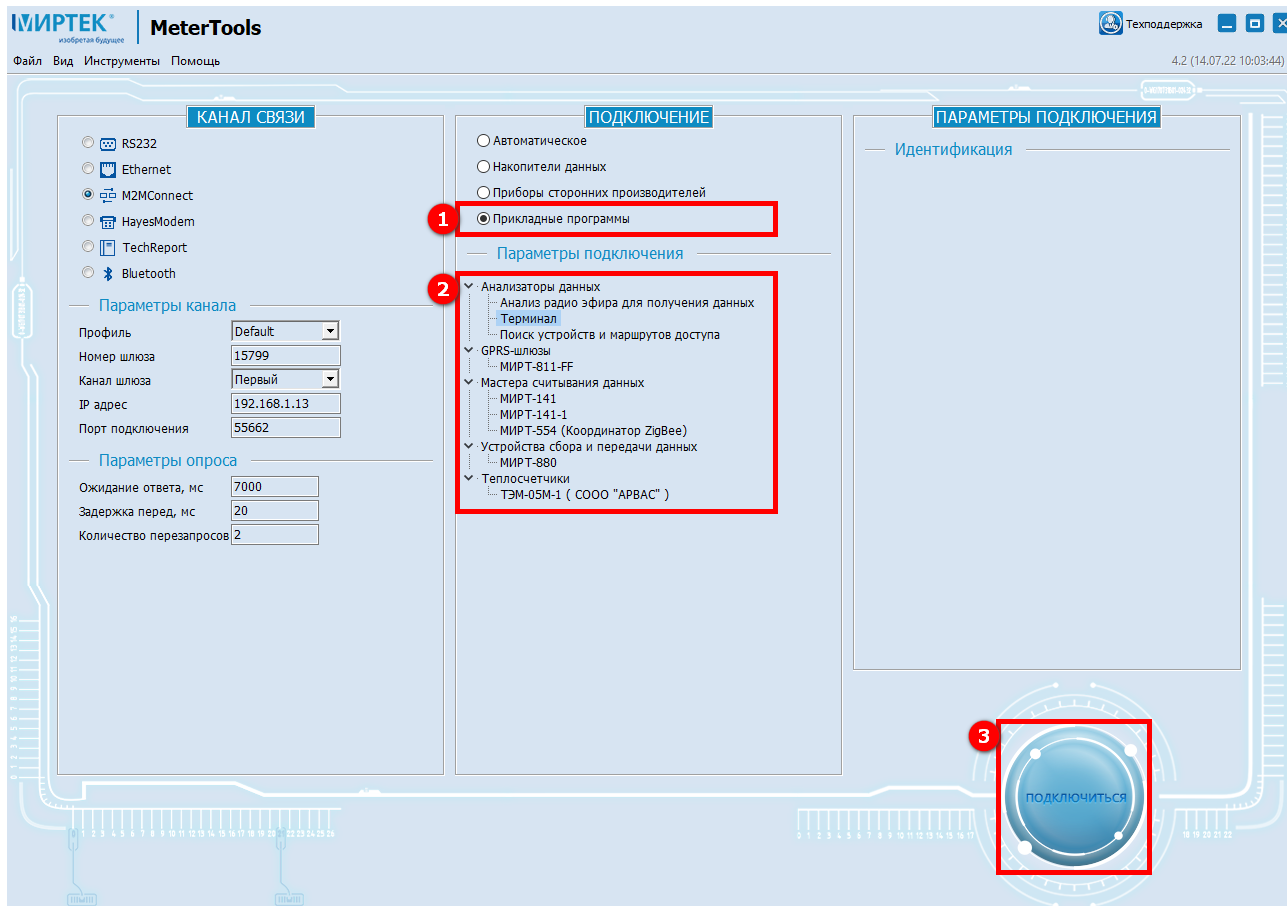

Рисунок 43 – Работа с прикладными программами
Для работы с прикладными библиотеками необходимо отметкой выбрать режим работы «Прикладные программы» (1) (см. рисунок 43) и выбрать параметры подключения (2). Далее нажимаем кнопку **Подключиться** (3).